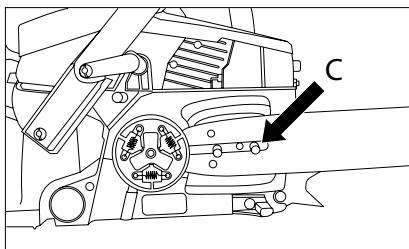

Рис. 6
4. Установете шина така че прорез на шината да съвпада с двета болта (C) (рис. 6).